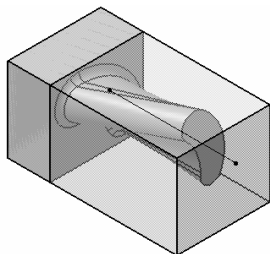

图 4-82 创建的毛坯零件
3) 单击“Rough Stock”对话框中的“确定”按钮, 创建的毛坯零件如图 4-82 所示。